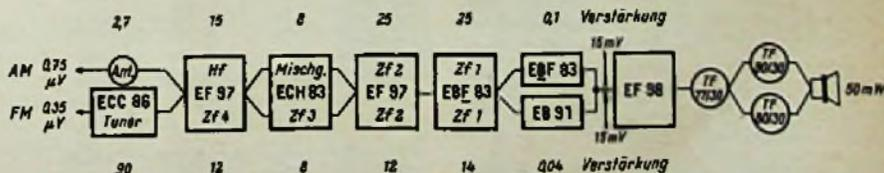

Bild 1. Blockschaltung mit Niedervoltröhren ohne Gleichspannungswandler
Selbst eine hochgezüchtete Treiberöhre kann bei 8/12 V Anodenspannung eine 4-W-Gegentaktstufe mit Transistoren nicht mehr aussteuern. Deshalb muß vor der Endstufe ein Transistor mit mehr als 250 mW Verlustleistung bei 60° C Umgebungstemperatur (z. B. Siemens-Typ TF 77/30) verwendet werden, der bei 6 V noch 50 mW Treiberleistung mit erträglichem Klirrfaktor abzugeben vermag. Um eine ausreichende NF-Empfindlichkeit zu erzielen, muß der Transistor-Treiberstufe eine NF-Röhre vom Typ EF 98 vorgeschaltet werden (Bild 1).
Das Blockschaltbild eines kompletten, mit Niedervoltröhren bestückten 6-V-Kraftwagenempfängers, der einen solchen NF-Teil enthält, zeigt Bild 1. Dabei sind die übliche 240 Ω -Antenne und eine NF-Gegenkopplung von etwa 2 vorausgesetzt. Mit Rücksicht auf die besseren Begrenzereigenschaften der mit sehr niedriger Schirmgitterspannung von 1,5 V betriebenen Röhre EF 97 kann es zweckmäßig sein, diese bei FM-Betrieb in der Stufenfolge mit der EBF 83 zu vertauschen.
Der Gleichspannungswandler mit dem Transistor TF 77/30z (AM) bzw. TF 80/30z (FM) tritt an die Stelle der bei einem Empfänger mit Niedervoltröhren erforderlichen zusätzlichen Zf-Stufe und der zusätzlichen Treiberstufe mit dem Transistor TF 77/30 (vgl. Bild 1 und 2).